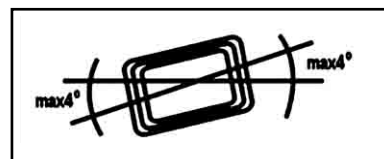

Fig. 4
- Il proiettore dovrà essere montato in modo tale che l'asse longitudinale non sia inclinato di oltre 4° rispetto alla verticale, onde evitare che la lampadina abbia una durata limitata. (fig. 4)